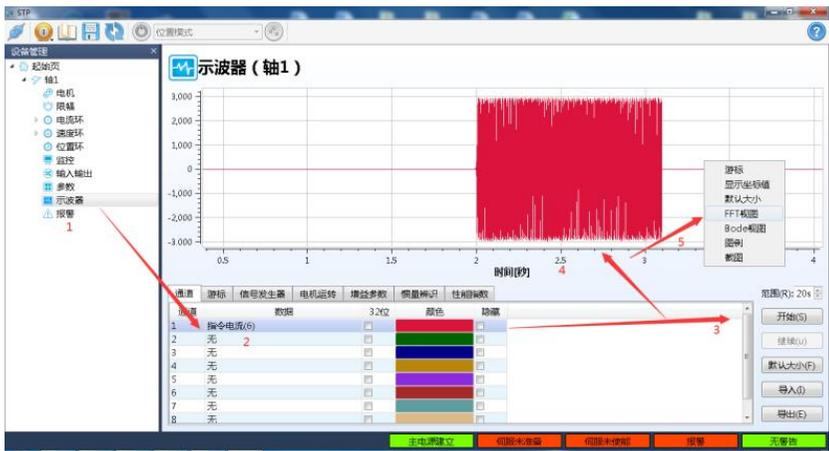

图 5-20 震动电流采集步骤
①按照如下顺序操作, 在示波器界面的“通道”栏选择“指令电流”, 点击“开始”按钮, 界面会出现电流波形, 当出现震动时, 电流会出现如第“4”步波形, 点击“停止”按钮, 此时鼠标左键拖动可将波形放大, 再右击鼠标弹出第“5”步对话框, 选择“FFT 视图”。如下图 5-20